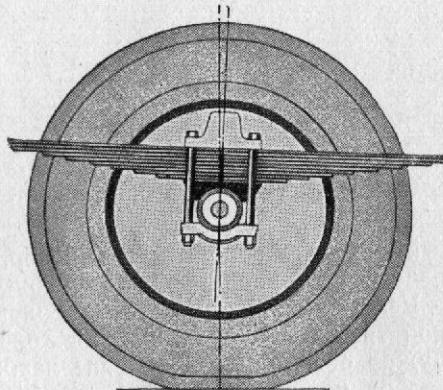

Рис. 36. Схема наклона передней оси
**Наклон передней оси** (рис. 36). Под наклоном передней оси понимают угол, на который откло-